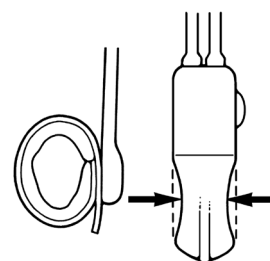

Figura 4-40. Ativar (reativar) o sistema (sair do estado de desativação)
5. Prima algumas vezes o botão de desativação para soltar a haste. **(Figura 4-40)** Depois dê à pera da bomba um aperto rápido e enérgico.